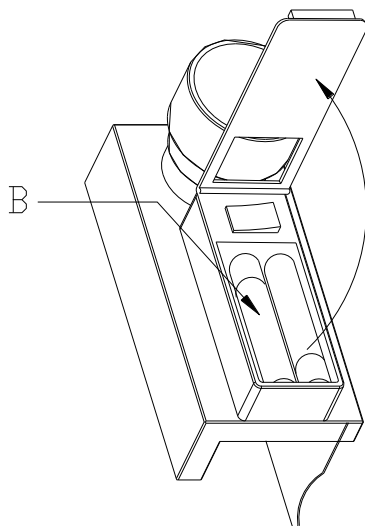

Figura 2
- Per raggiungere il vano batterie aprire l'apposito sportellino (**vedi figura 2**).